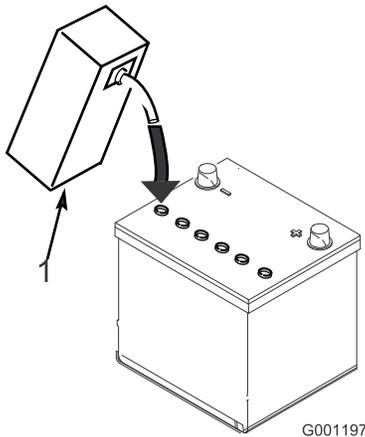

Figure 10
3. Versez de l'électrolyte avec précaution dans chaque élément jusqu'à ce que les plaques soient recouvertes par environ 6 mm de liquide (Figure 10).
4. Attendez environ 20 à 30 minutes pour que les plaques aient le temps de s'imprégner d'électrolyte. Faites l'appoint au besoin pour que le niveau de liquide monte à 6 mm en dessous du creux de remplissage (Figure 10).